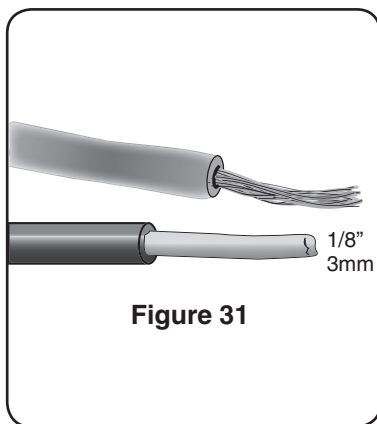

Figure 31
- Étirer les fils du lave-vaisselle de 1/8 po (3mm) loin des fils solides du câble d'alimentation, **figure 31**.